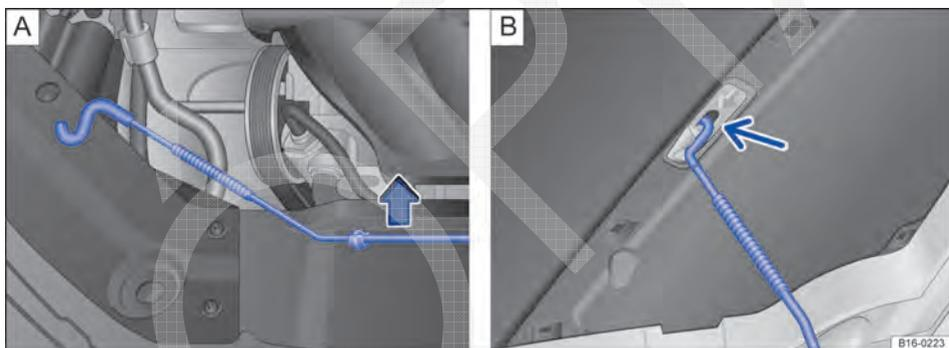

Fig. 195 A No compartimento do motor: suporte da tampa. B Tampa do compartimento do motor aberta.
- Retirar a haste de sustentação da tampa do suporte no sentido da seta → Fig. 195 A e encaixá-la na abertura na tampa do compartimento do motor → Fig. 195 B (seta).
- Desenganchar a haste de sustentação da tampa e travá-la no suporte no fecho → Fig. 195 A.